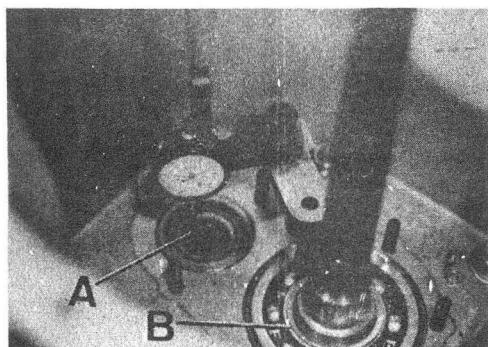

Fig. C1-84 Ajuste eje intermediario
2.2.4. Colocar el comparador esférico (191649) sobre el cárter, de forma que el palpador del comparador haga contacto en el extremo del eje intermedio (Fig. C1-84).